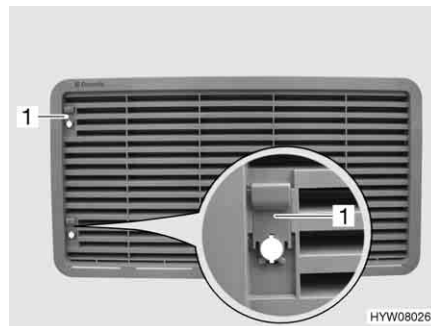
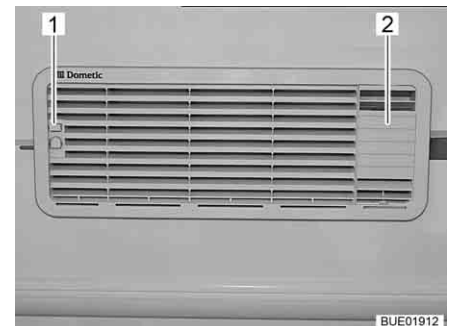

Fig. 171 Rejilla de ventilación del frigorífico (con corredera)
Fig. 172 Rejilla de ventilación del frigorífico (con inserto para conducción de gases de escape)
- Según el diseño, empujar la corredera (Fig. 171,1 ó bien Fig. 172,1) hacia arriba.
- Desenganchar la parte superior del inserto para conducción de gases de escape (Fig. 172,2) y retirar el mismo.